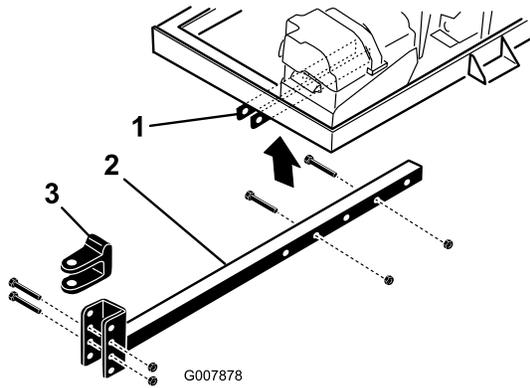

Рисунок 4
- Вставьте трубу сцепного устройства в кронштейны рамы (**Рисунок 4**). Прикрепите трубу к раме с помощью двух болтов ($\frac{3}{8}$ x 3 дюйма) и фланцевых гаек ($\frac{3}{8}$ дюйма), затяните их с моментом 40 Н·м.
- Отверните болты и контргайки крепления вилки сцепного устройства (**Рисунок 4**) к трубе сцепного устройства.
- Отверните болты и гайки крепления трубы сцепного устройства к кронштейнам рамы (**Рисунок 4**).